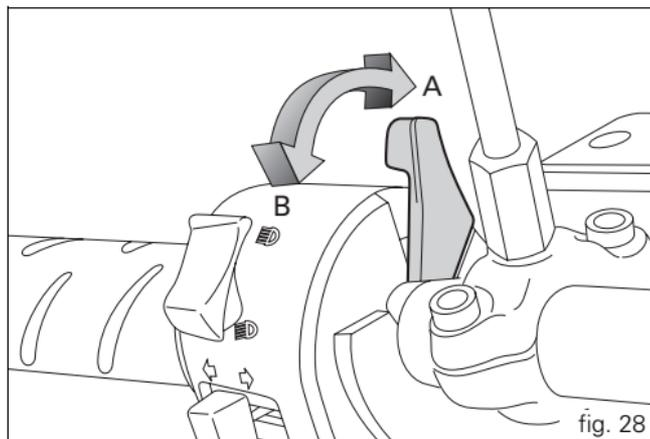

fig. 28
- 2) Déplacer le levier de starter sur la position (B, fig. 28).
5) Ensuite, à mesure que la température du moteur augmente, ramener progressivement le levier du starter en position verticale (A, fig. 28). Un moteur chaud doit tenir le ralenti lorsque le starter est complètement fermé.